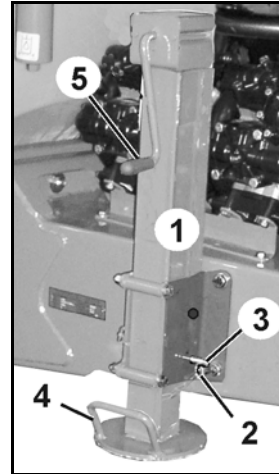

图 48
1. 操作拖拉机控制器蓝色，直至牵引杆处于零位（图 48）。